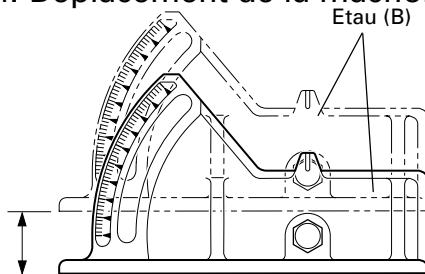

Fig. 14
4. Déplacement de la mâchoire d'étau fixe (Fig. 14)